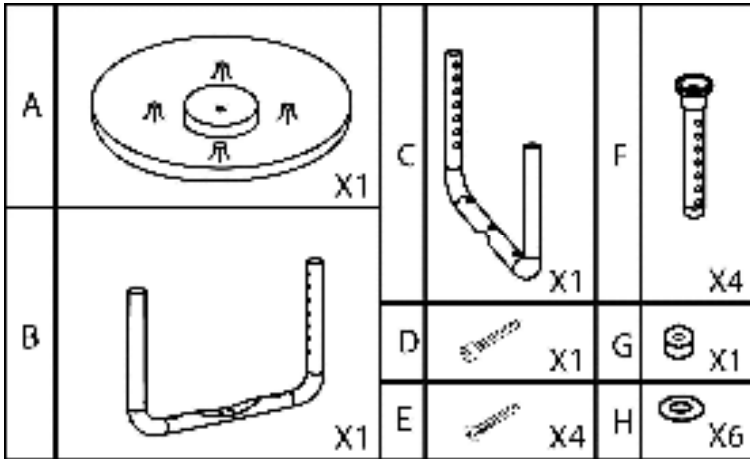

Abb. 3
1. Nehmen Sie alle Teile aus der Verpackung und überprüfen Sie sie vor der Montage (siehe Abb.3).